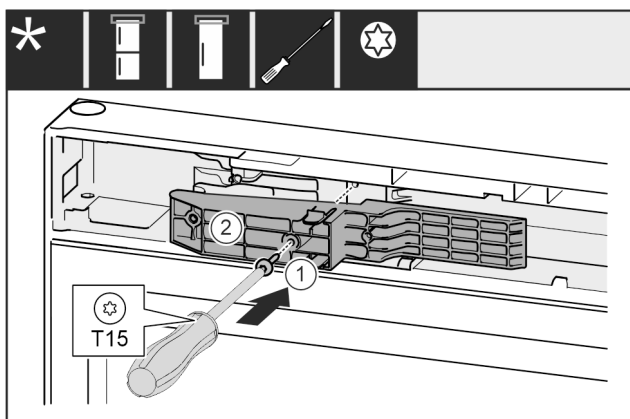

Fig. 36
- ▶ Adapterstück Fig. 36 (1) auf der Griffseite in die Aussparung einsetzen.
- ▶ Schraube Fig. 36 (2) mit Schraubendreher festschrauben.